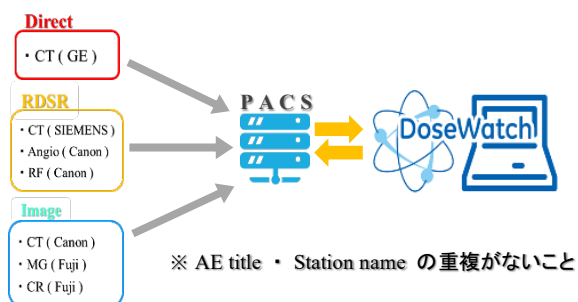

Fig.1 線量情報の各接続方法
- ・線量情報の接続方法は装置毎に異なるため、対応可能な形式で送信受信 (Fig.1)